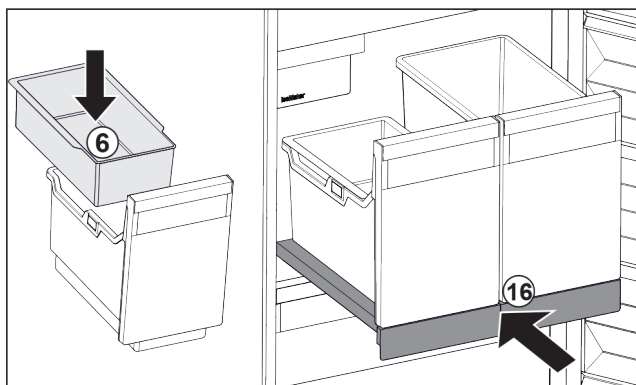

Fig. 145
- ▶ Helyezze be a jégkockák beakasztható tálcáját Fig. 145 (6).
- ▶ Tolja be a kihúzható rácsot a tárolóval (IceTower) együtt. Fig. 145 (16)